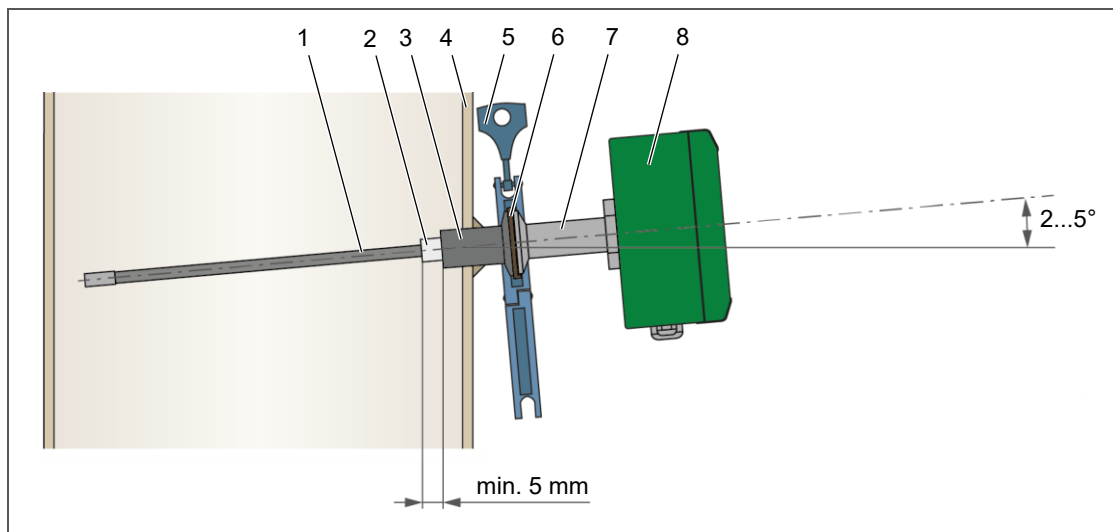

Abb. 14: Einbau am Kanal (Seitenansicht)
1. Setzen Sie die Dichtung (6, Abb. 14) an die Einschweißmuffe (3).
2. Führen Sie den Sondenstab (1) des Geräts durch die Einschweißmuffe in den Kanal, bis die Führungshülse (7) an der Dichtung (6) anliegt.